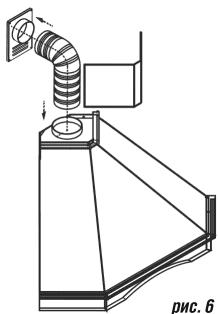
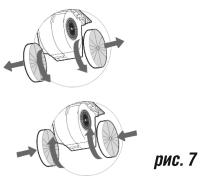

рис. 6
рис. 7
6.3 В зависимости от режима эксплуатации соедините вентилятор полужестким воздуховодом (или его аналогом) с вентиляционной решеткой (рис. 6) или установите на вентилятор угольные фильтры (рис.7).